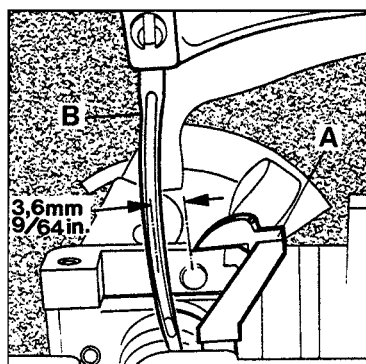

Fig.6A
Set the looper (A, Fig. 6A) so that the distance from the center of the needle (B) to the point of the looper is not less than 3.6 mm (9/64") when the looper is at its farthest end position from the needle. Looper gauge No. 21225-9/64 can be used advantageously in making this setting.
Stellen Sie den Greifer (A, Fig. 6A) so, daß der Abstand von Nadelmitte (B) bis zur Greiferspitze nicht weniger als 3,6 mm beträgt, wenn der Greifer in der von der Nadel entferntesten Endstellung ist. Die Greifereinstellehre Nr. 21225-9/64 erleichtert diese Einstellung.